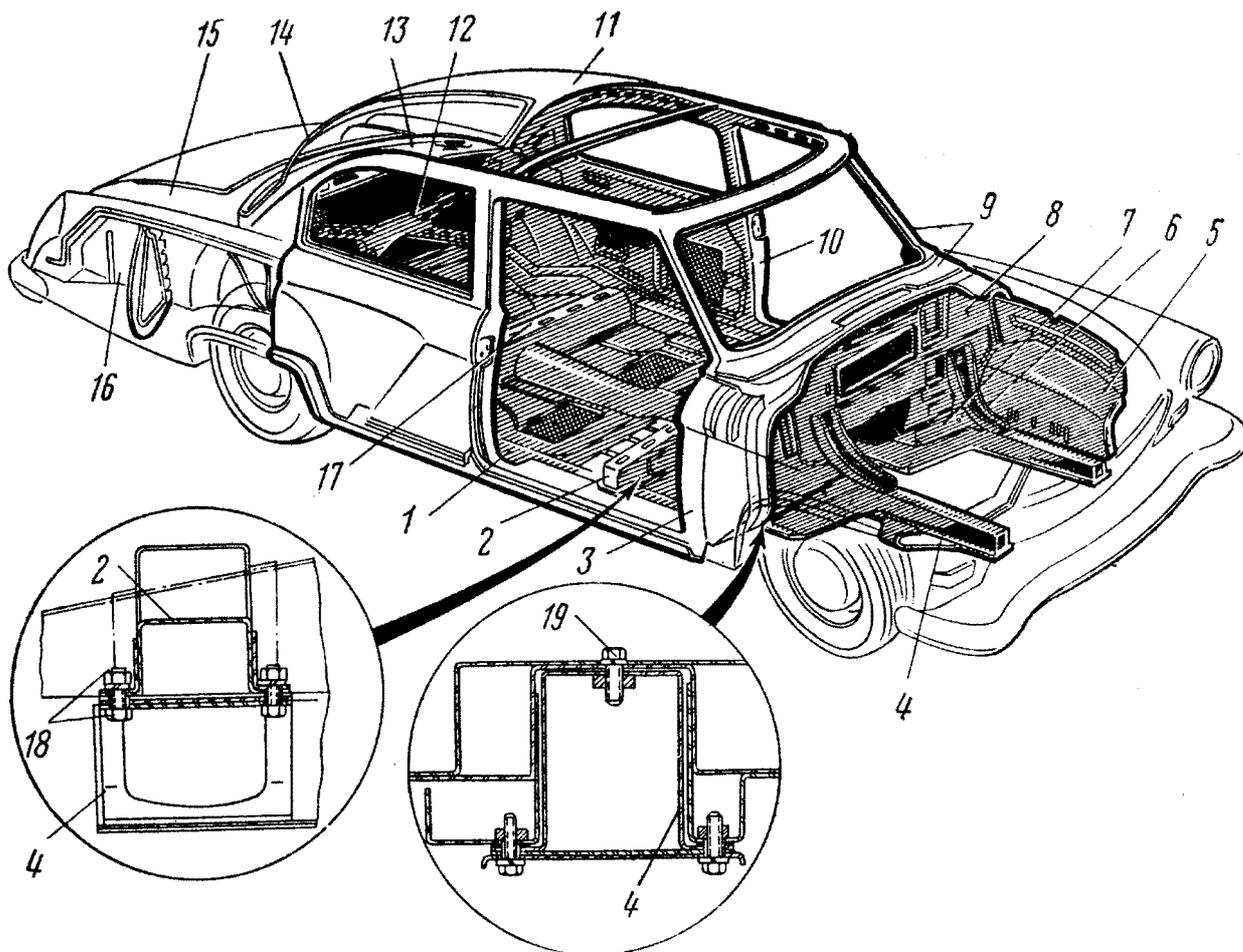

Рис. 136. Кузов:
**Каркас кузова** складывается из шести предварительно собранных узлов: основания, правой и левой боковин, передней и задней части и крыши (рис. 136).